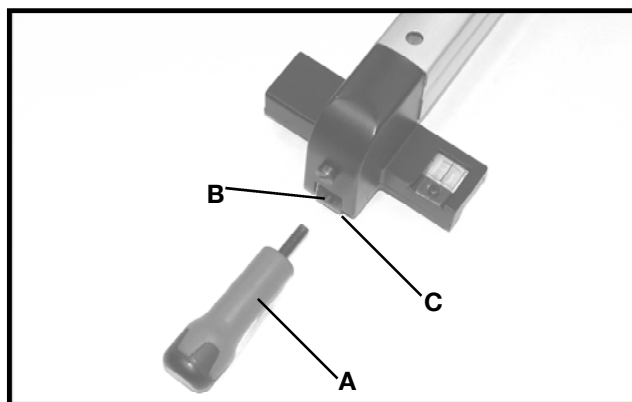

Fig. 21
1. Visser la poignée (A) fig. 21, dans le trou taraudé (B) de la came du guide (C).